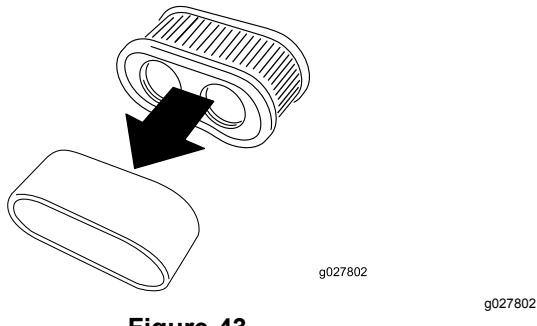

Figure 43
5. Séparez l'élément en mousse de l'élément en papier (Figure 43).